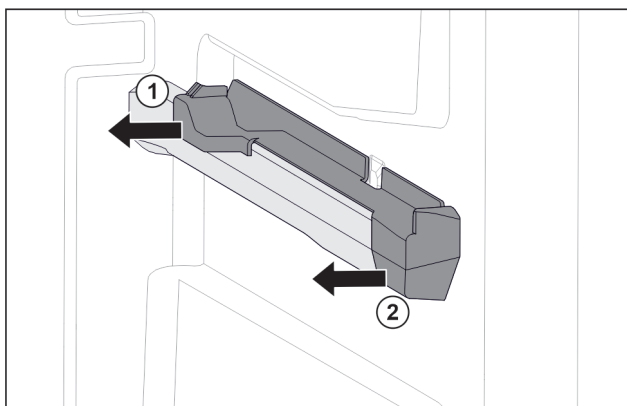

Fig. 123 Вставная часть на правом контейнерном ребре
- ▶ Отодвиньте вставную часть сзади в сторону. Fig. 123 (1)
- ▶ Отодвиньте вставную часть спереди в сторону. Fig. 123 (2)